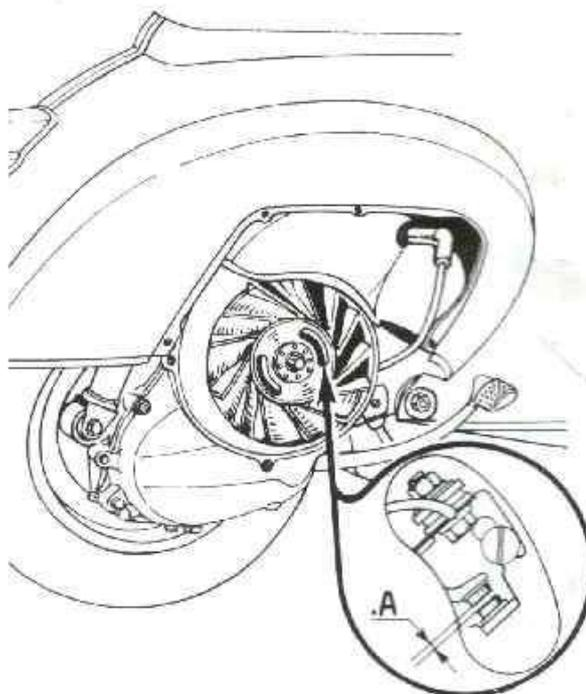

Fig. 16 - Registrazione puntine del ruttore.
4) - Pulire, e se necessario registrare, le puntine platinato del ruttore (fig. 16).